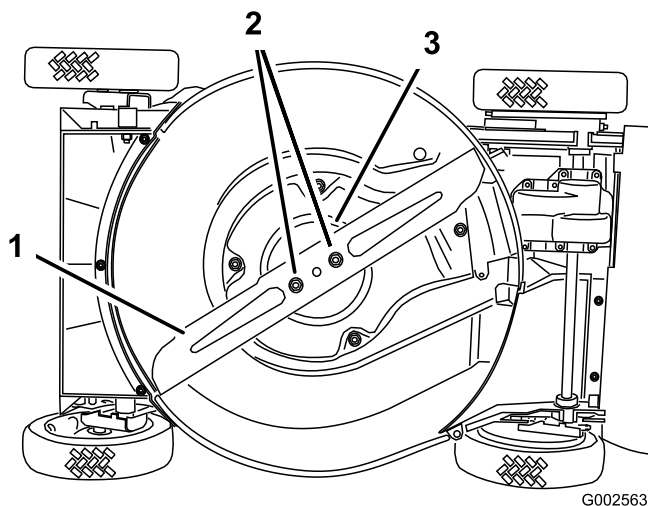

Figura 28
4. Vuelque el cortacésped hacia su lado **derecho** (Figura 28).
Sujete el extremo de la cuchilla usando un paño o un guante grueso. Retire las tuercas de la cuchilla, el protector de césped y la cuchilla (Figura 28).
5. Retire las 2 tuercas de la cuchilla, el protector de césped y la cuchilla (Figura 28).